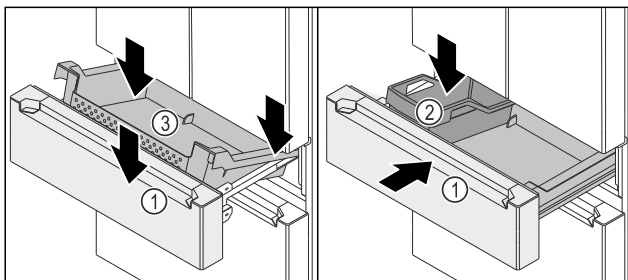

Fig. 151
- ☐ Auszugswagen Fig. 151 (1) ist herausgezogen.
- ▶ Behälter Fig. 151 (3) hinten auf den Schienen rechts und links aufsetzen.
- ▶ Behälter Fig. 151 (3) vorne absenken, sodass Behälter Fig. 151 (3) die Schienen rechts und links umschließt.
- ▶ FlexBox Fig. 151 (2) einsetzen.
- ▶ Auszugswagen Fig. 151 (1) einschieben.